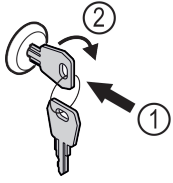

Fig. 167
- ▶ Dugja be a kulcsot Fig. 167 (1).
- ▶ Forgassa el a kulcsot 90°-kal az óramutató járásával megegyező irányba Fig. 167 (2).